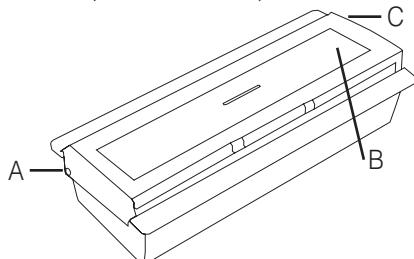

Abbildung 1: Türklingeltaster
- a) Stellen Sie den Türklingeltaster so auf eine Arbeitsfläche, dass sich die beiden Drehachsen der durchsichtigen Plastikfront (Abb.1 A und C) hinten befinden.
- b) Drücken Sie nun auf der linken Seite vorsichtig mit einem spitzen Gegenstand (z.B. Kugelschreiber) auf den kleinen Stift (Abb.1 A).
- c) Jetzt sollte sich die durchsichtige Plastikfront links (Abb.1 A) hochschieben und dann abnehmen lassen.
- d) Nun können Sie die kleine Schraube (Abb.1 B) mit einem kleinen Kreuzschlitz-Schraubendreher öffnen und die Vorderseite des Türklingeltasters, hinter der sich die Platine mit der Batterie befindet, abnehmen.
- b) Achten Sie vor dem Zusammensetzen darauf, dass die kleine Schraube (Abb.1 B) an der richtigen Stelle greifen kann. Gegebenenfalls drehen Sie ein Gehäuseteil um 180°.
- d) Schrauben Sie die kleine Schraube (Abb.1 B) mit einem kleinen Kreuzschlitz-Schraubendreher vorsichtig ein.
- e) Halten Sie den Türklingeltaster nun so, dass sich die kleine Schraube (Abb.1 B) rechts befindet.
- f) Auf der rechten Seite des Tasters befindet sich eine kleine Öffnung (Abb.1 C), in die der Scharnier-Stift der durchsichtigen Plastikfront eingehängt werden kann.
- g) Nun können Sie die durchsichtige Plastikfront so auflegen, bis sie fast komplett ihre Endlage erreicht hat. Sie müssen nur noch den kleinen Stift (Abb.1 A) vorsichtig hereindrücken und die durchsichtige Plastikfront einrasten lassen.